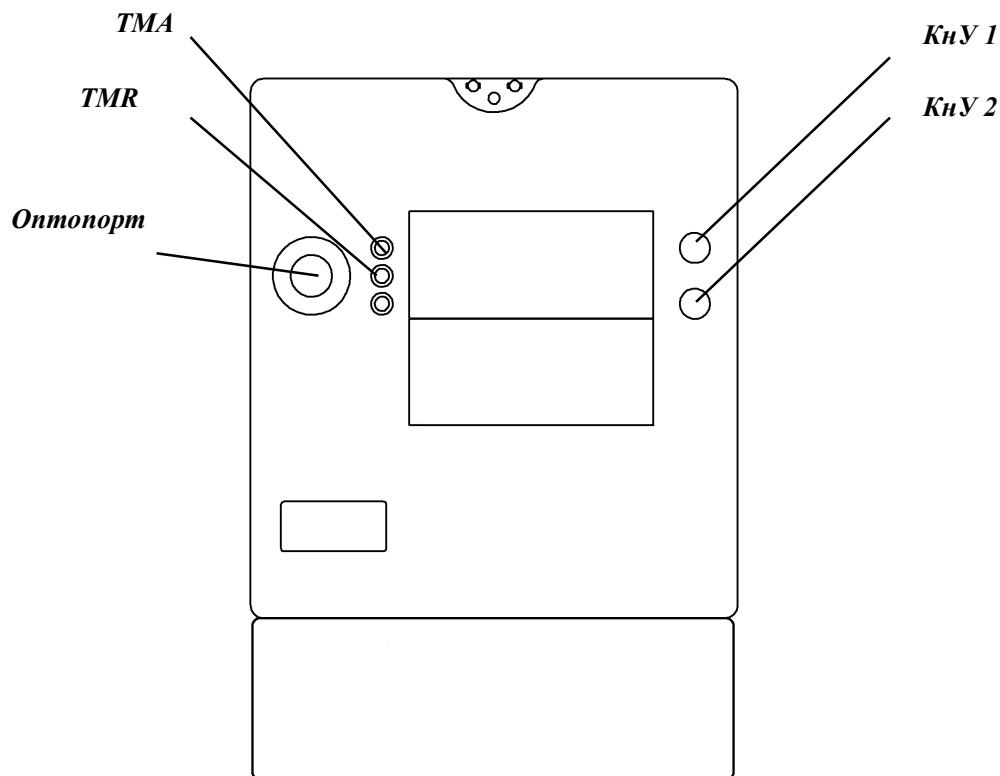

Рисунок 2 – Схема расположения индикаторов и органов управления счетчиков
Подключение абонента возможно также при помощи КнУ1, расположенной на лицевой поверхности счетчика (см. рисунок 2) при наличии разрешения, полученного от устройств АС.
Если **знаки --- --- мигают**, следует нажать КнУ1 (см. рисунок 2) и удерживать ее в нажатом состоянии 2 с, после чего начнется обратный отсчет (см. рисунок 24) и РУ включится автоматически.
- мигание индикатора ТМА (см. рисунок 2) пропорционально активной мощности подключенной нагрузки. При подключении нагрузки мощностью 1 кВт по каждой фазе индикатор ТМА должен мигать с частотой приблизительно 3 раза в секунду;